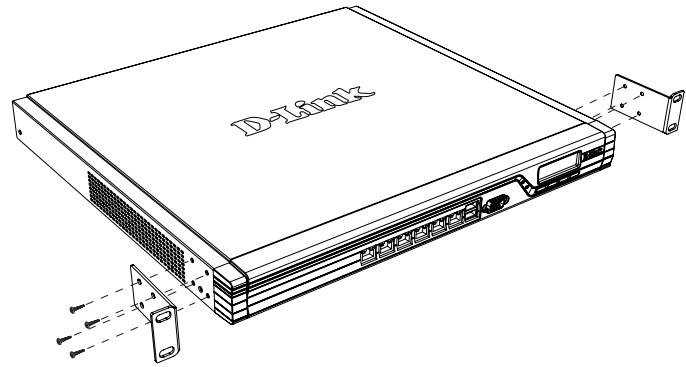

Abbildung 5. Anbringen der Rackbefestigungsklammern
1. Bringen Sie die Befestigungsklammern an den beiden Seiten des Gehäuses an, wie in Abbildung 5 gezeigt, und fixieren Sie sie mit den mitgelieferten Schrauben.